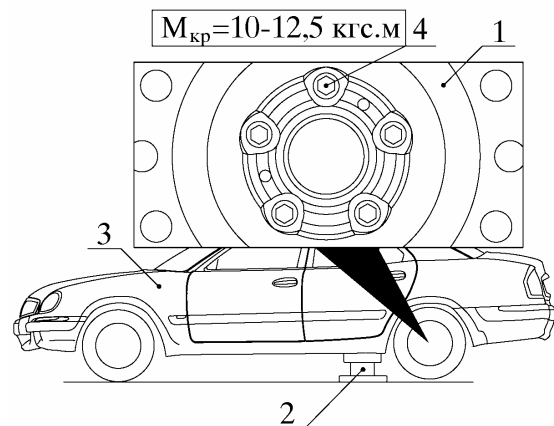

Рис. 14. Крепление колеса:
6.11.2. Установить тормозной барабан, левое заднее колесо 1 (рис. 14) и вынуть подставку 2 из-под автомобиля 3 по пп. 6.10.1 - 6.10.3 в обратной последовательности.